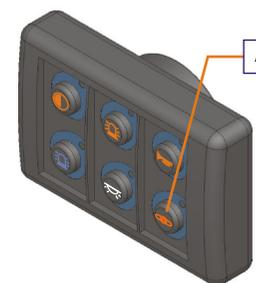

Figure 1. Module de commande
Le module de commande 6 touches (Figure 1.) est constitué d'un boîtier en plastique noir dans lequel la carte électronique de commande est insérée.
- le bouton poussoir de mise marche / arrêt (Figure 1. rep A)